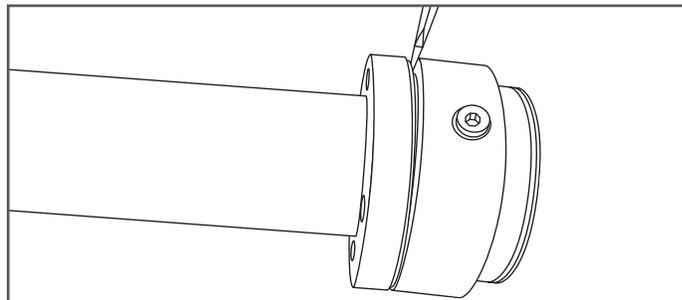

Figura 8-4
4. Quite la sección posterior del acoplamiento DoubleTrac® con un destornillador de punta plana o una palanca de cabeza plana. (Figura 8-4)